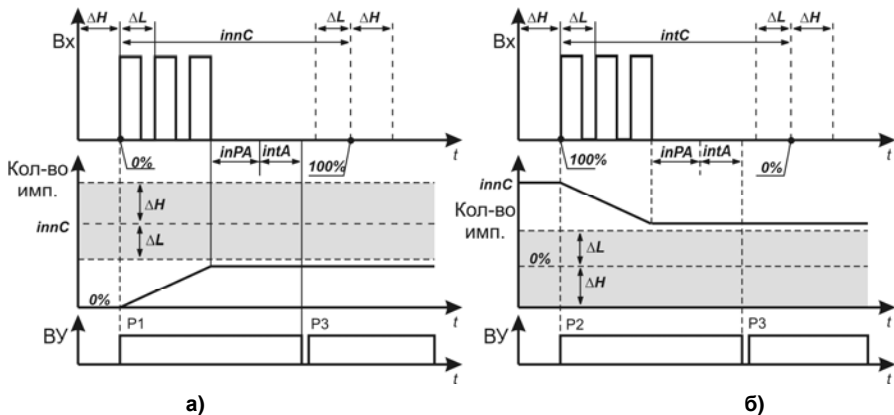

Рисунок 3.8
– заклинивание вала электропривода (перегрузка) происходит, если с момента старта задвижки прошло время **ints**, а значение счетчика не достигло значения, заданного в **innC**, и период следования импульсов, установленный в параметре **inPA**, превышен в течение времени **intA** (см. рисунок 3.8, а – для открытия, б – для закрытия,  $\Delta L = innC - innL$ ,  $\Delta H = innH - innC$ );